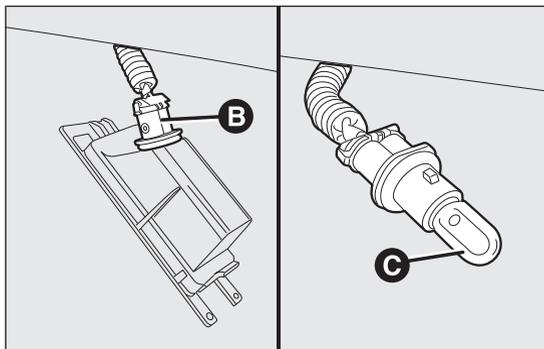

fig. 147
- girar el portalámparas B fig. 147 hacia la izquierda, a continuación extraer la lámpara C.